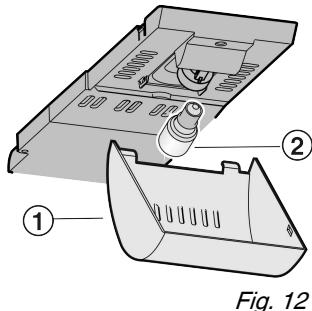

Fig. 12
- Тримайте кришку Fig. 12 (1) спереду та зніміть ззаду з фіксацій.
- Замініть лампочку Fig. 12 (2).
- Вставте кришку Fig. 12 (1).